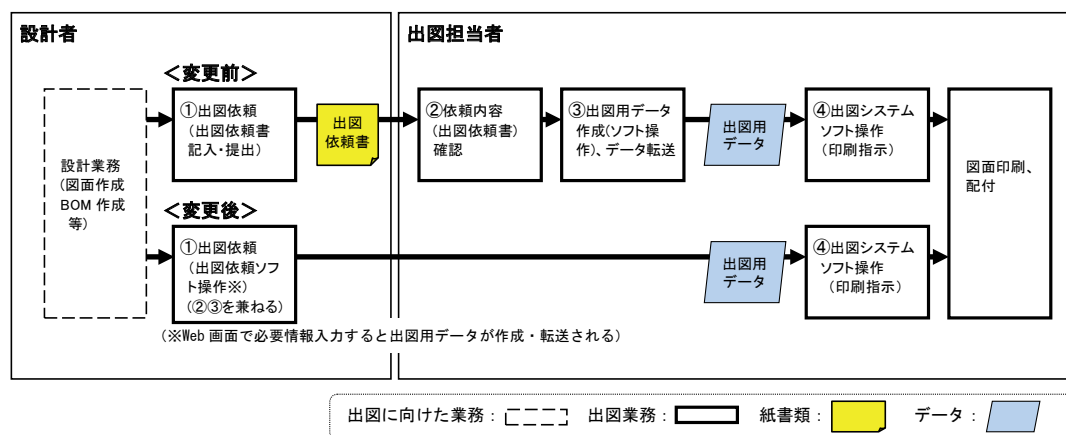

図1 出図業務の概要
出図業務の概要は以下の通りである(図1参照)。
出図依頼の電子化により、出図依頼内容に不備があればソフト上で警告し、設計者が警告内容を見て正しい情報で出図依頼できるようになった。これにより出図担当者による従来の依頼内容確認が不要となった。また出図依頼ソフトでは、従来別で行っていた出図用データ作成も同時に行うようにした。これにより、出図担当者による従来の出図データ作成も不要となり、作業時間の大幅削減につながった。なお、設計者の出図依頼は、従来の出図依頼書から出図依頼ソフトに変更したことで手戻り時間が減った(図1の②、③が省略)。